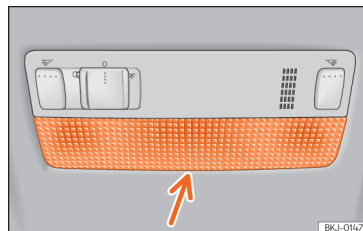

Abb. 57 Leseleuchte vorne.
- Das flache Ende eines dünnen Schraubendrehers zwischen Gehäuse und Glas einführen » **Abb. 57**.